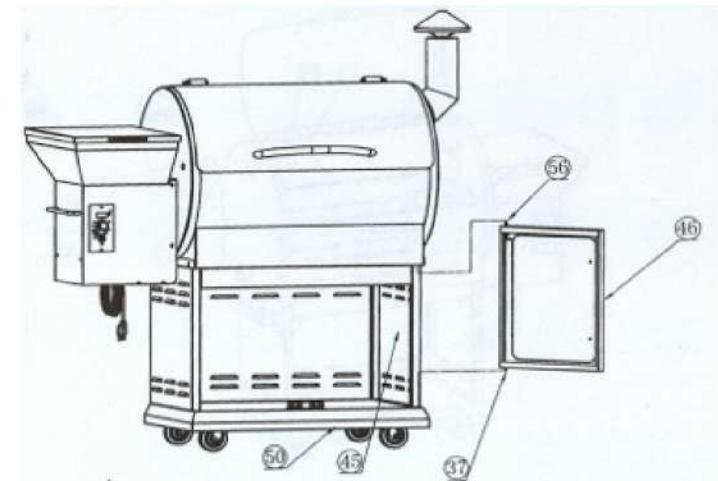

Рисунок 10
- А) Возьмите правую дверь (46) в сборе с ручкой. Сначала вставьте нижний штифт (37) в отверстие основания (50). Затем потяните верхний подвижный штифт (56), пока он не перестанет выглядывать за габарит двери. После этого вставьте дверь на место и отпустите верхний штифт, чтобы он, поднявшись, попал в отверстие корпуса тумбы.
- Б) Повторите шаг А) для левой двери (38). Выровняйте дверцы таким образом, чтобы они свободно закрывались. Порядок установки дверей указан на рис. 10.